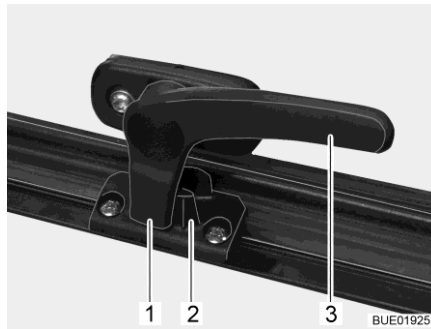

Fig. 16 Palanca de bloqueo en la posición "cerrada"
- Girar la palanca de bloqueo (Fig. 16,3) un cuarto de vuelta hacia la mitad de la ventana.
- Girar la palanca de bloqueo (Fig. 16,3) un cuarto de vuelta hacia el marco de la ventana. El saliente de bloqueo (Fig. 16,1) se encuentra en la cara interior del bloqueo de la ventana (Fig. 16,2).
- En la posición "cerrada fijamente" (Fig. 16).